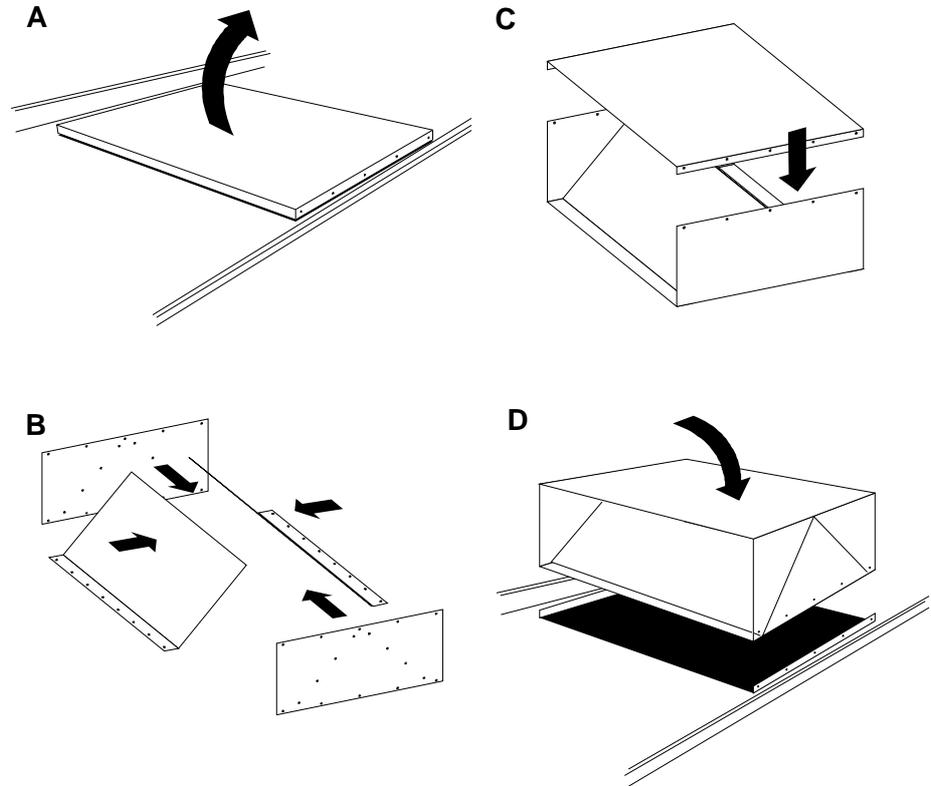

Figura 6-6 Montar a cobertura da exaustão de ar
- 13 Reuna as peças e monte a cobertura da exaustão de ar. Veja *Figura 6-6 Montar a cobertura da exaustão de ar*. Use os parafusos M6 revestidos com borracha entregados juntamente com a unidade.